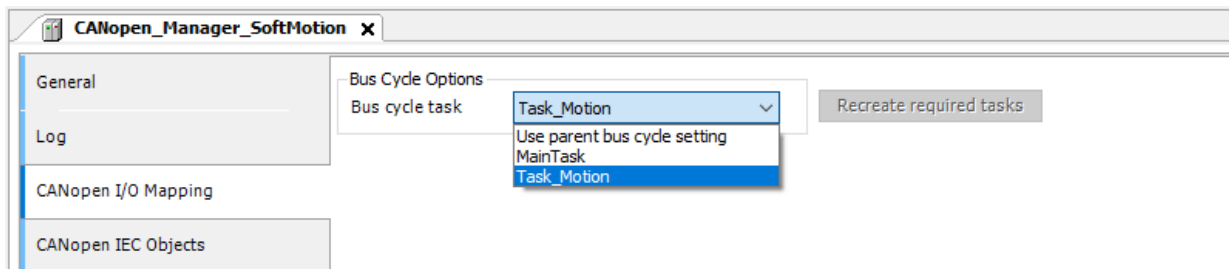

Figura 6.9: Configuração padrão CANopen Manager SoftMotion.
- Ainda nas configurações do objeto **CANopen Manager SoftMotion**, na aba **CANopen I/O Mapping**, selecione a tarefa responsável pelo movimento (**Task\_Motion**), como na Figura 6.9.